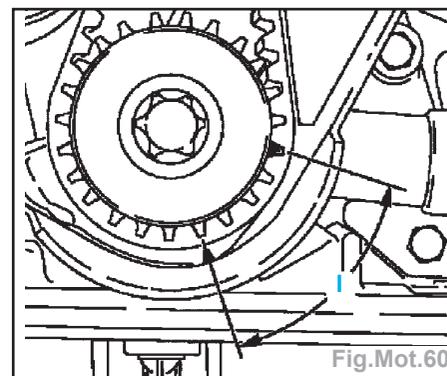

Fig.Mot.60
- Placer le vilebrequin à 60° (cote I) avant la position PMH allumage (Fig.Mot.60).